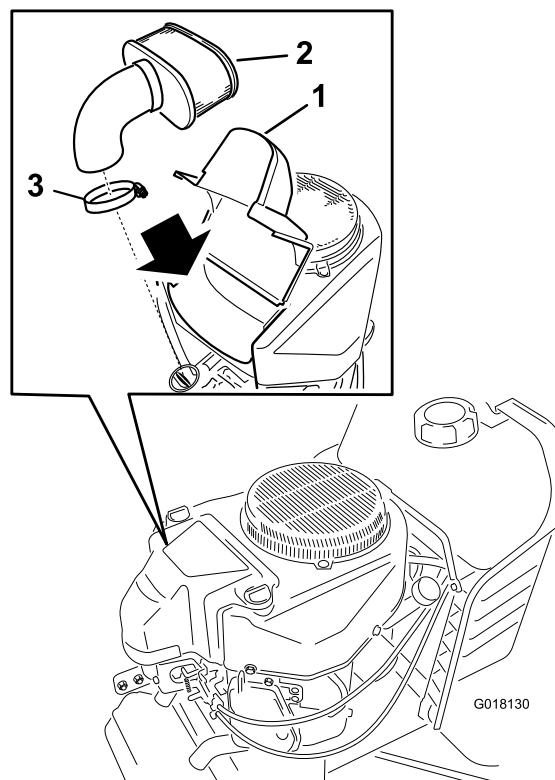

Bild 20
5. Heben Sie die Abdeckung an und entfernen die Schlauchklemme, mit der der Luftfilter am Motor befestigt ist (Bild 20).
6. Lösen Sie die Schlauchklemme und entfernen den Einsatz (Bild 20).